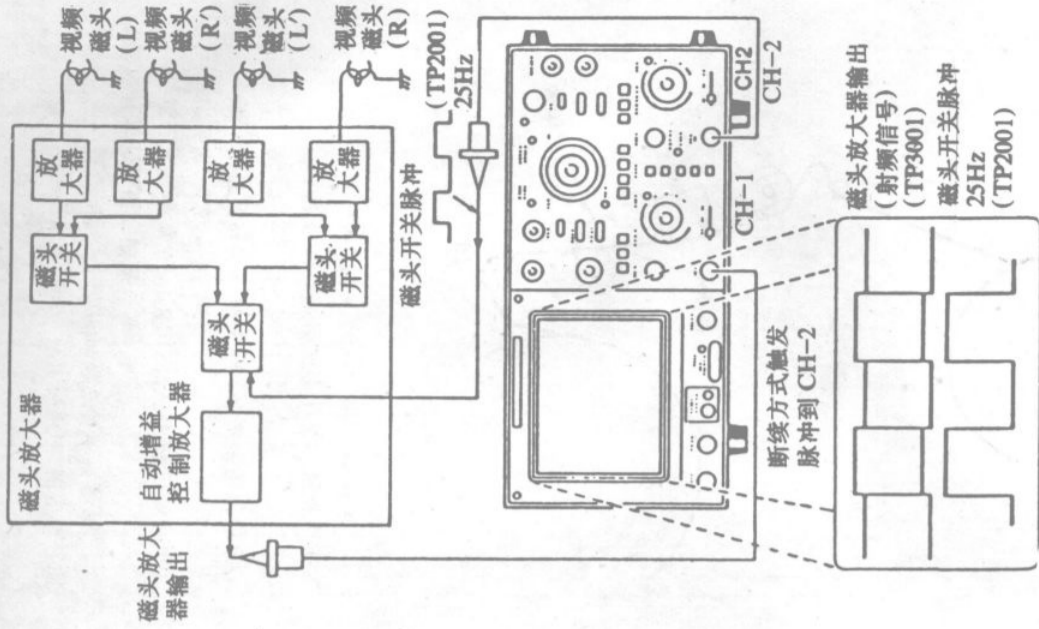
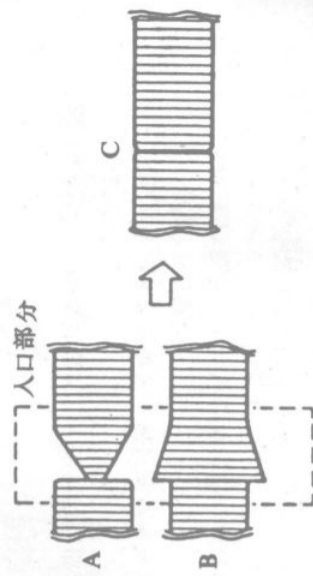

图 60
图 61
- 步骤: ① 置寻迹控制于中心固定位置[同时触按寻迹控制(+)和(-)钮], 将示波器连接在磁头放大器的输出端, 如图 60 所示;
② 重放校正用磁带;
③ 假如 RF 包络出现如图 61 中“A”或“B”所示的波形, 必须调整磁带入导柱 P2; 用导柱调整螺丝刀调整磁带入导柱 P2, 使得入口处的 RF 包络波形变平直, 如图 61 中“C”所示;